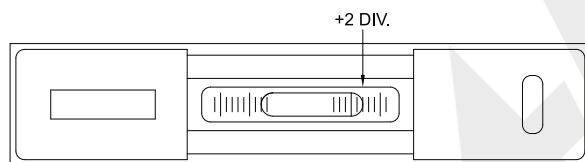

fig.1
2. Il n'est pas nécessaire de mettre à zéro avant utilisation. Faites glisser (sans appuyer) le niveau sur la surface de la pièce à mesurer. Lisez la position de la bulle. Prenons l'exemple de la figure 1 ci-dessous : la lecture '+2 DIV.' signifie que le côté droit est haut (la bulle se déplace vers le côté haut). Pour une sensibilité de 0,02 mm/m, l'inclinaison est de 0,04 mm/m (= 0,00048 pouce/pied), l'angle d'inclinaison est de 0,002°. Pour une sensibilité de 0,1 mm/m, l'inclinaison est de 0,2 mm/m (= 0,0024 pouce/pied), l'angle d'inclinaison est de 0,0114°.